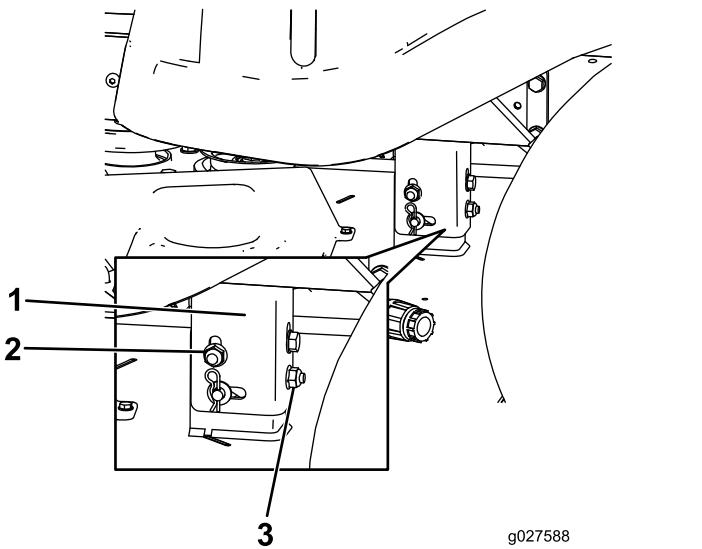

**Figure 49**
4. Faites pivoter la ou les lames avec précaution pour qu'elles soient toutes parallèles (Figure 49).
5. Mesurez la distance entre les tranchants extérieurs et le sol plat (Figure 49). Si les deux mesures diffèrent de plus de 5 mm (3/16 po), un réglage s'impose. Poursuivez la procédure.